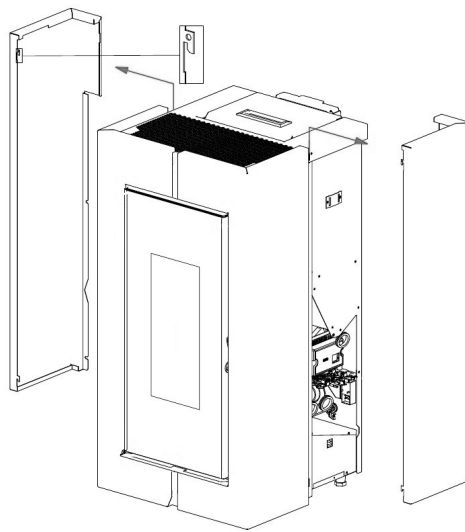

Fig. 52 - Odczepianie ścianek
- Odczepić ścianki tylne (patrz **Fig. 52**).